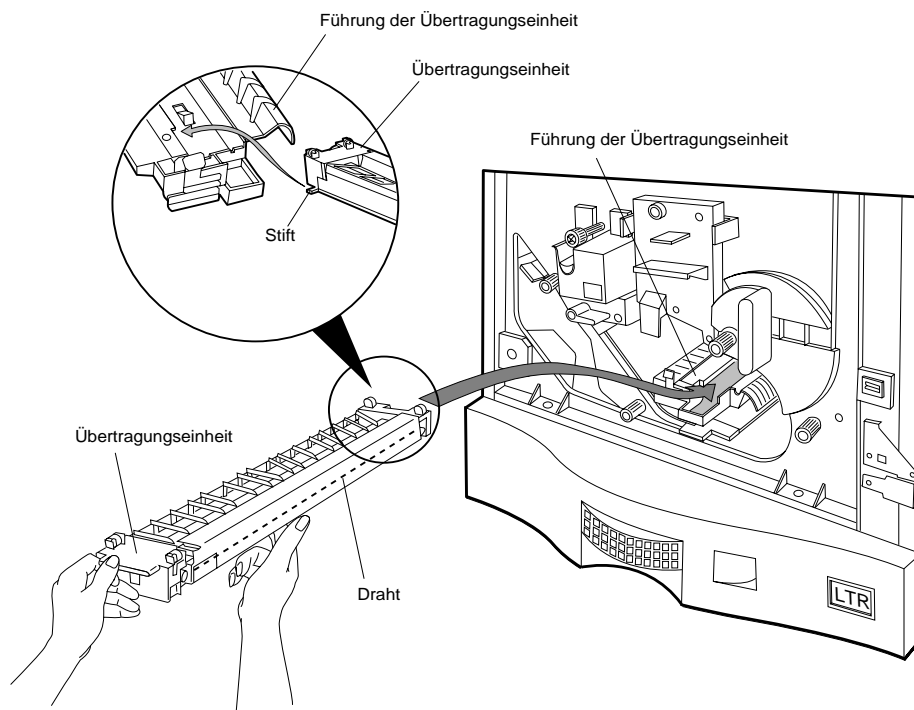

Abbildung 4-31 Einsetzen der Übertragungseinheit in die Führung
2. Richten Sie den Führungsstift am Ende der Übertragungseinheit an der linken Führung der Übertragungseinheit aus, und drücken Sie die Übertragungseinheit bis zum Anschlag in die Führung (siehe Abbildung 4-31).